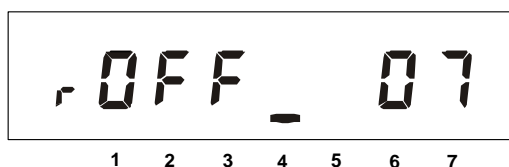

Рисунок 5.8
5.2.4.5 Окно "Управление отключающим реле" (рисунок 5.8).